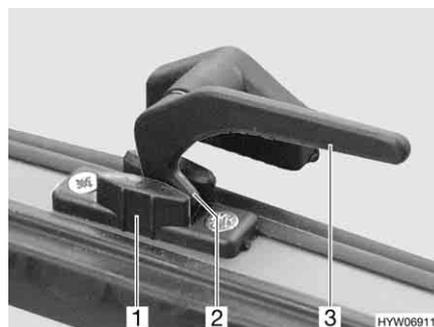

Fig. 80 Leva di serraggio in posizione "Aerazione continua"
- In posizione di "Aerazione continua" (Fig. 80)
- Ruotare la leva di serraggio (Fig. 80,3) di un quarto di giro verso il centro della finestra.
- Ruotare la leva di serraggio di un quarto di giro verso il telaio della finestra. Riportare contemporaneamente il nasello di chiusura (Fig. 80,2) nella rientranza della chiusura della finestra (Fig. 80,1).